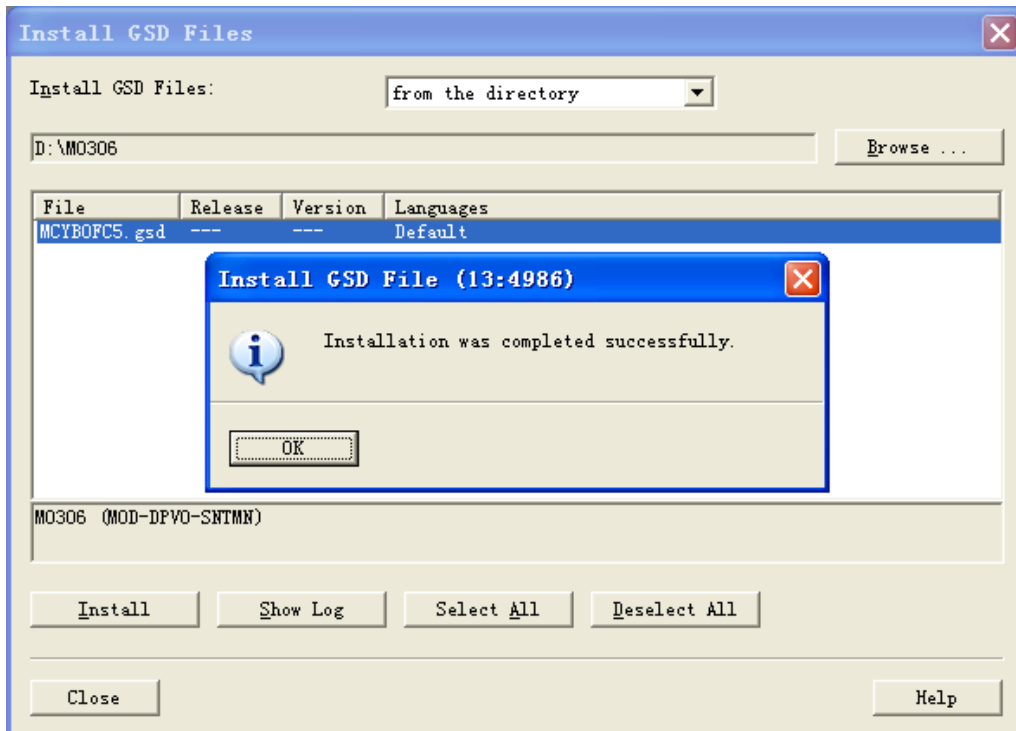

图 4.2 导入成功
- 2) 点击“Browse...”，选择 GSD 文件所在路径，会罗列出当前路径下的所有 GSD 文件。选择需要导入的 GSD 文件 MCYB0FC5.gsd，然后点击“Install”。一直点击“Yes”，直到出现如下图 4.2 为止：